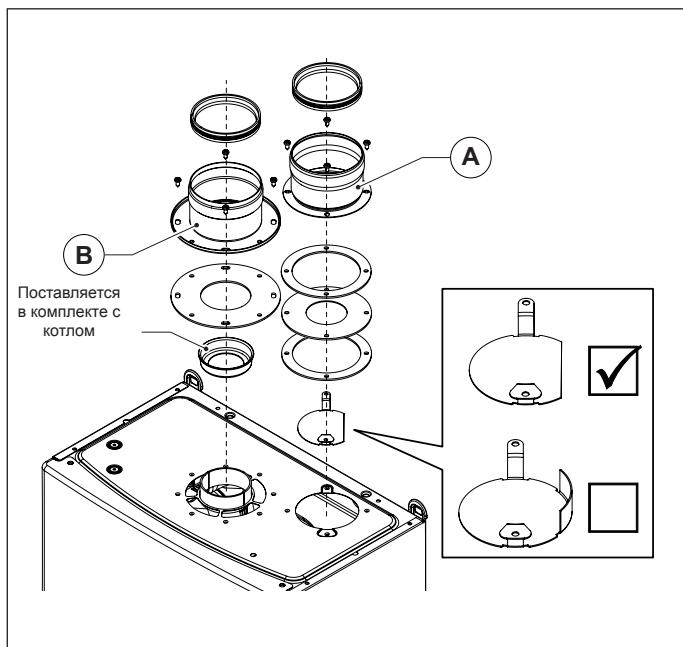

Рис. 8 OSDOPPIA13
- Смонтируйте соответствующий дефлектор воздуха (смотри Рис. 8 0SDOPPIA11).